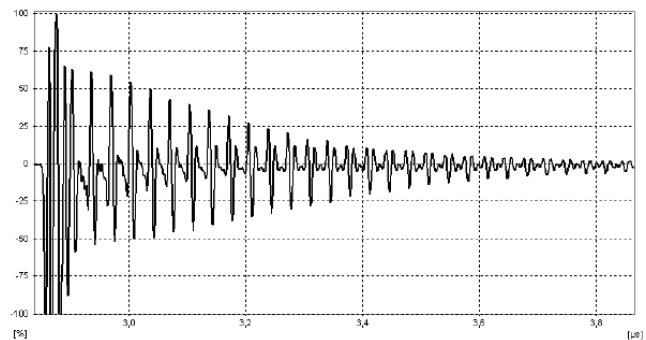

Bild 2: 100 MHz Echofolge an der Rasierklinge (0,1 mm Stahl), Exakte Trennung zwischen Eintritts- und Rückwandecho
- Bild 2: Extreme Auflösung an dünnen Testkörpern: beispielhaft stellt das A-Bild eine Echofolge an einer 0,1 mm dicken Stahlplatte dar (Rasierklinge), durch Reflexionen zwischen der Oberfläche und der Rückwand entsteht eine Echofolge